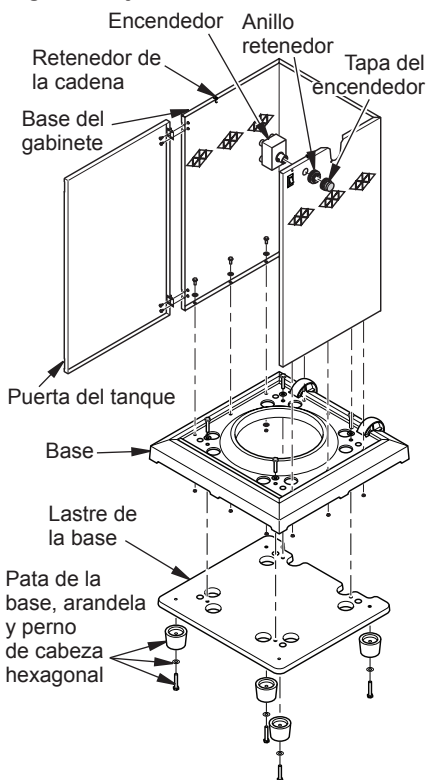

Figura 4 - Conjunto de la base del gabinete
2. Fije las 4 patas de la base al lastre de la misma con las 4 arandelas (B) y los 4 tornillos (A), como se muestra en la figura 4. Las patas se instalarán para áreas rugosas o disperejas debajo del lastre de la base.
3. Coloque la base del gabinete sobre su parte posterior con cuidado para no rayar la pintura (utilice un bloque de espuma de empaque como soporte para la parte trasera superior de la base del gabinete). Alinee los orificios en los bordes inferiores de la base del gabinete con los orificios que se encuentran en la base, como se muestra en la figura 4. Fijelos con 1 tornillo (C), 1 arandela (D) y 1 tuerca (E) para cada
uno de los 9 orificios (consulte la figura 4). Coloque el conjunto en posición vertical.
4. Fije la base al lastre con 4 tornillos (A) y 4 arandelas (B), como se muestra en la figura 4.
5. Instale los anillos retenedores (ganchos en "S") a los bordes superiores de la base del gabinete como se muestra en la figura 4.
6. Instale el encendedor electrónico a través de la pared del gabinete, como se muestra en la figura 4. Apriete con la mano.
7. Fije la puerta del tanque al gabinete con 4 tornillos (F) y 4 tuercas (G), como se muestra en la figura 4, página 5. Coloque todo el conjunto a un lado.